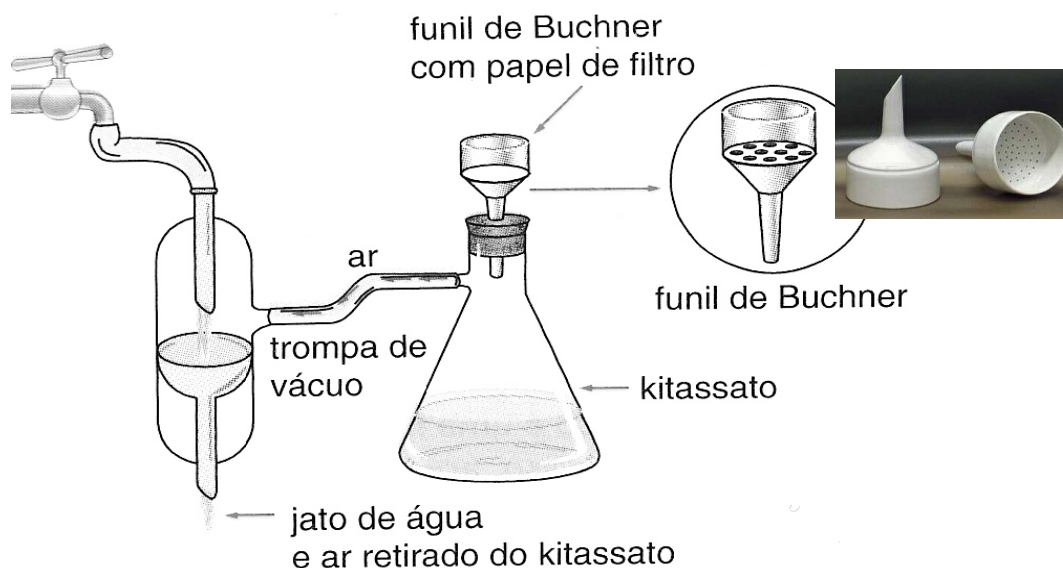

Figura 4.1. Sistema de filtração a vácuo.
8. Colete o sólido por filtração a vácuo em um funil de Büchner até que os cristais estejam secos. Para isso, conecte o kitassato, provido de um funil de Büchner, à mangueira de água do sistema de pressão reduzida (Figura 4.1). Corte um círculo de papel de filtro com diâmetro cerca de 1 a 2 mm menor que o diâmetro interno do funil. Coloque o papel no funil de modo a cobrir seus orifícios, mas sem chegar até as paredes do funil. Ligue a trompa de água, umedeça o papel de filtro com água destilada e efetue a filtração. Apenas colete o sólido quando ele estiver bem seco. Antes de fechar a torneira da trompa de água, libere a pressão interna formada desconectando o funil do kitassato cuidadosamente.
Normalmente, o produto obtido pode conter algum ácido salicílico e polímeros. A filtração a vácuo possui vantagens sobre a filtração simples, por ser mais rápida e por deixar menor quantidade de impurezas e solvente no sólido. O aumento da velocidade é provocado pelo aumento no fluxo de filtrado devido à sucção provocada pelo vácuo. A Figura 4.1 ilustra a montagem de uma filtração a vácuo.